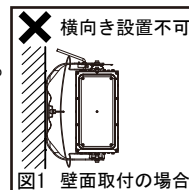

図1 壁面取付の場合
- 水平面・壁面・天面に取付可能です。但し、壁面取付の場合、横向き設置はしない。(図1参照)